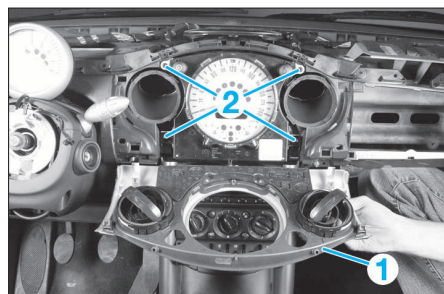
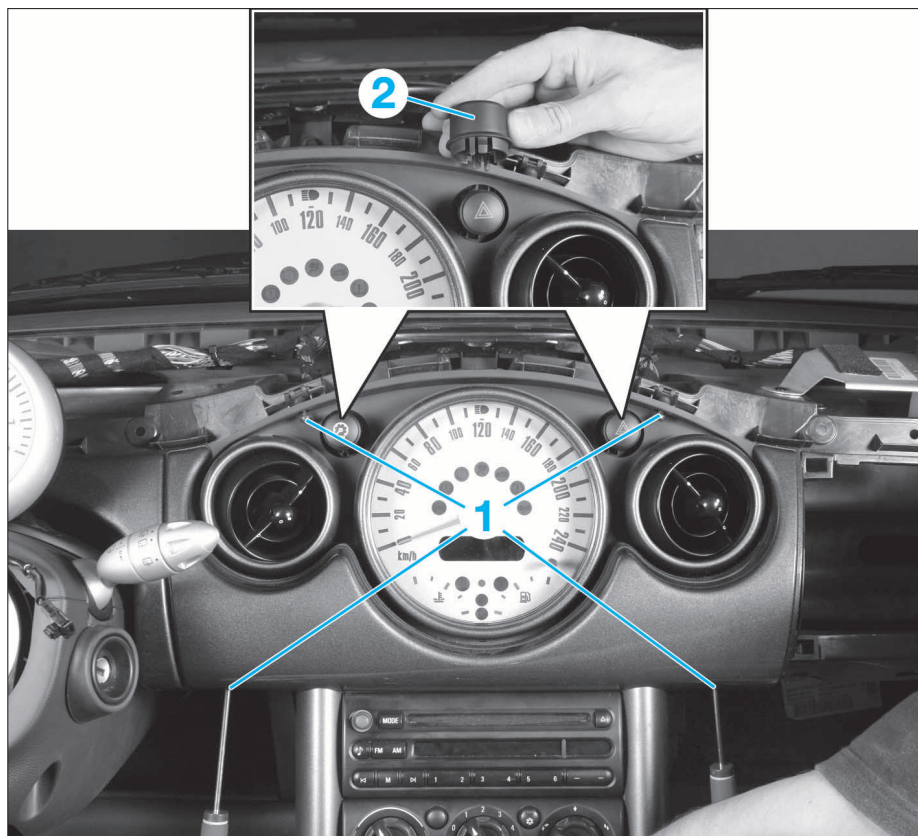

FIG. 3
FIG. 2
- Déclipser les caches (2) (Fig.2).
- Déposer les 4 vis (1).
- Déclipser l'enjoliveur central (1) (Fig.3).
- Déposer les 4 vis (2) puis écarter le compteur de vitesse ou l'écran GPS (selon équipement).